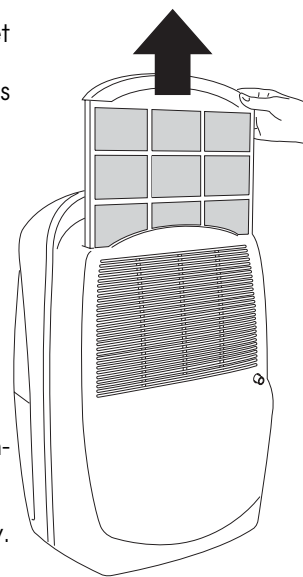

fig. 5
- Filteret tages ud ved at trække i det (fig. 5).